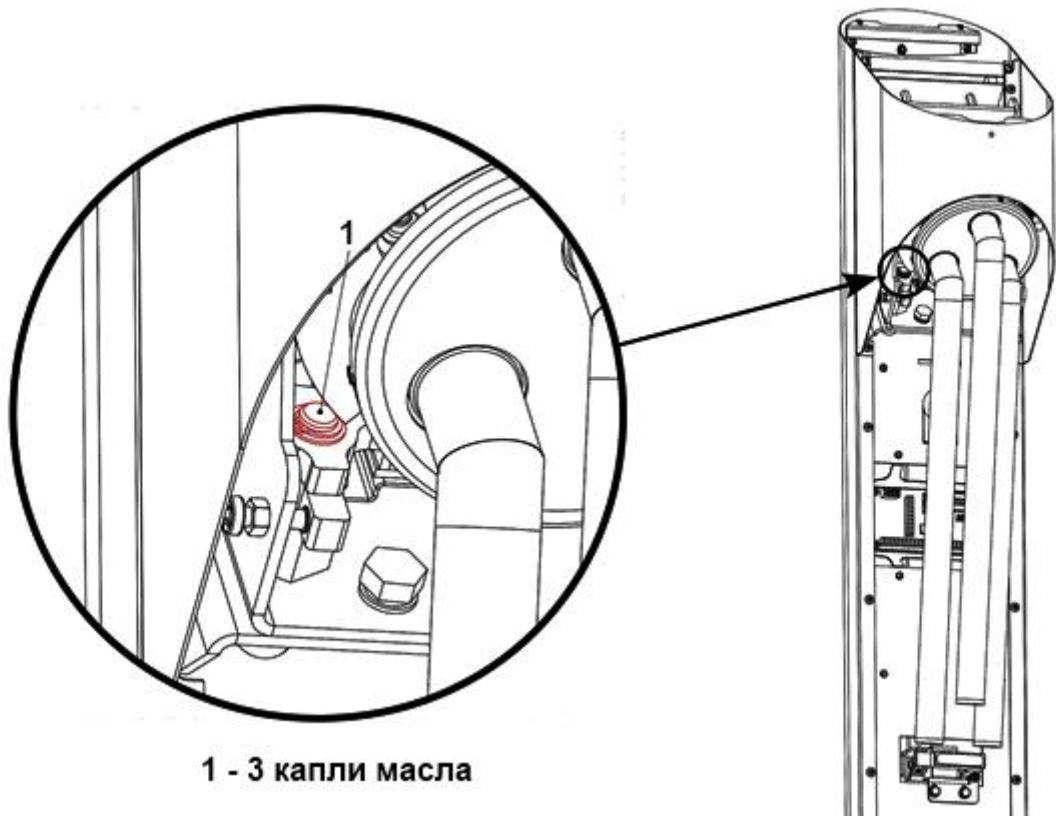

Рисунок 17 – Ось вращения стопора
3.7.1 Рисунок 17 – смазать ось вращения блока стопора.